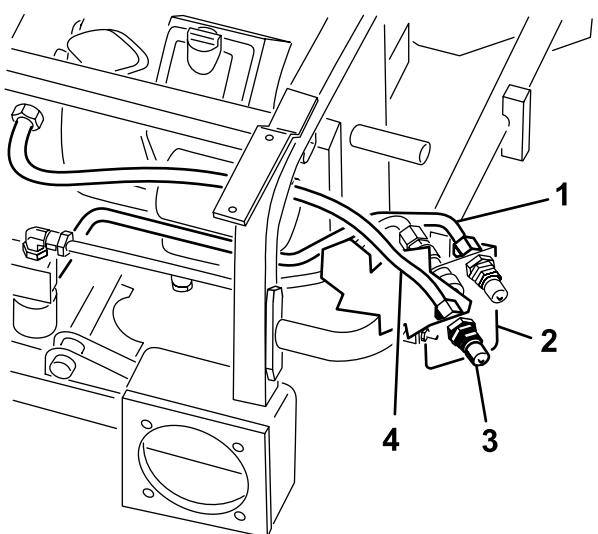

图 16
7. 将 5 号液压管线软管松松地安装到下阳联接器 图 16。